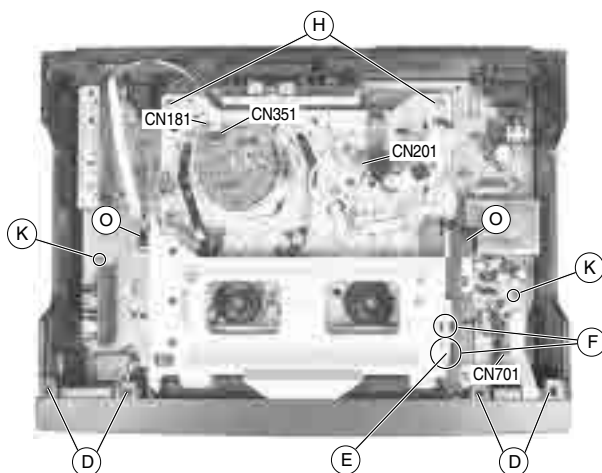
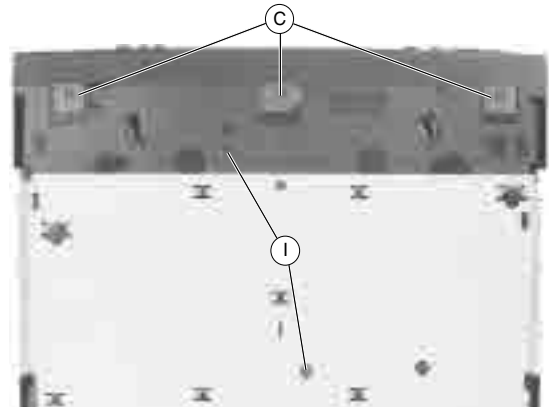
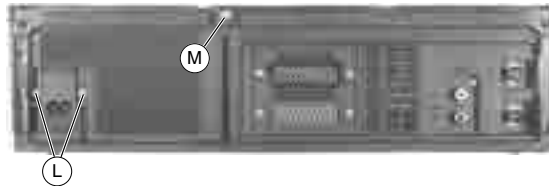

Fig. 3
Fig. 2
Fig. 7
- 3 Rasthaken (C) (Fig. 2) auf der Geräteunterseite lösen.
- Frontblende an der Unterseite nach vorne klappen und die Blende an den oberen Haken (D) (Fig. 3) aushängen.
- Steckverbindungen (Fig. 3, CN181 / CN201 / CN351) zum Laufwerk lösen.
- Arretierung (E) (Fig. 3) des Cassettschachtes an den beiden Aussparungen (F) nacheinander lösen und diesen dabei bis Anschlag nach innen schieben.
- 2 Schrauben (H) (Fig. 3) und 2 Schrauben (I) (Fig. 2) herausdrehen.
- Release 3 clamps (C) (Fig. 2) on the cabinet bottom.
- Turn the lower edge of the front panel towards the front and detach the panel from the upper clamps (D) (Fig. 3).
- Unplug the the plug-in connections (Fig. 3, CN181 / CN201 / CN351) to the drive mechanism.
- Disengage the locking lever (E) (Fig. 3) of the cassette mechanism successively at the two cutouts (F) and slide the mechanism inwards to the stop.
- Undo 2 screws (H) (Fig. 3) and 2 screws (I) (Fig. 2).
- Beim Aufsetzen des Laufwerks auf die Chassisplatte ist darauf zu achten, daß die Sensoren für Bandanfang und Bandende in die Abdeckungen (O) (Fig. 3) des Cassettenschachtes eintauchen. Das Laufwerk muß leicht auf der Chassisplatte aufzusetzen sein, damit die Steckverbindungen zur Chassisplatte richtig kontaktieren.
- When putting the drive mechanism on to the chassis board take care of the tape start and tape end sensors. They must plunge into the covers (O) (Fig. 3) of the cassette mechanism. It must be possible to put the drive mechanism easily on the chassis board to ensure that the connectors to the chassis board are in good contact.
- Gegebenenfalls Steckverbindung (Fig. 3, CN701) zur Bedieneinheit lösen.
- je 2 Schrauben (K) (Fig. 3) / (L) (Fig. 7) und Schraube (M) (Fig. 7) herausdrehen.
- Disconnect the plug-in connections (Fig. 3, CN701) to the keyboard control unit if necessary.
- Undo 2 screws (K) (Fig. 3) / (L) (Fig. 7) each and screw (M) (Fig. 7).